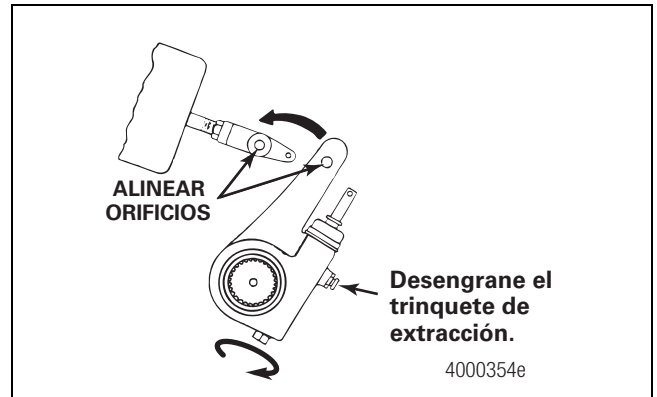

Figura 5.11
11. Desengrane el trinquete de extracción. Gire la tuerca de ajuste manual para alinear los orificios en el brazo del ajustador automático y en la abrazadera. Figura 5.11.